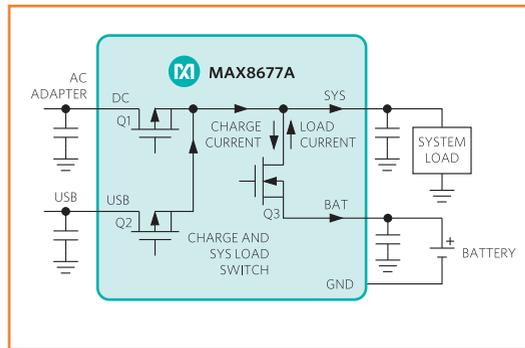

Bild 2. Der „Smart Power Selector“ verteilt die Lade- und Entladeströme.
der Akkulader ohne Mikrocontroller und folglich ohne Software auskommt. Den Ladezustand des Akkus zeigen verschiedenfarbige LEDs an. Der MAX8677A ist äußerst flexibel einsetzbar, er ist mit einem so genannten „Smart Power Selector“ ausgestattet (**Bild 2**). So nennt der Hersteller einen dreifachen internen Schalter, der die Lade- und Entladeströme in die notwendigen Richtungen so verteilt, dass der Akku optimal geladen wird, auch während das Gerät in Betrieb ist. Falls der Strombedarf des Geräts den Strom des Netzteils übersteigt, schaltet das IC den Akku hilfswise zu. Solange das Gerät nicht am Stromnetz angeschlossen ist, wird es allein aus dem Akku versorgt. Der MAX8677A kann den Strom einem USB-Port entnehmen (Anschlüsse 15 und 16, USB), wobei der Strom auf 500 mA begrenzt ist. Das ist die Obergrenze des Stroms, der über einen USB-2.0-Port fließen kann. Wenn das IC über die Anschlüsse 2 und 3 (DC) an einem Netzteil betrieben wird, ist die Obergrenze bis 2 A einstellbar. Unser Li-Ion-Lader, dessen Schaltung **Bild 3** zeigt, benutzt den Eingang DC, so dass die Stromgrenzen flexibel wählbar sind. Wenn der Eingangsspannungsbereich 4,1...6,6 V überschritten wird, unterbricht der MAX8677A den Eingangsstrom,